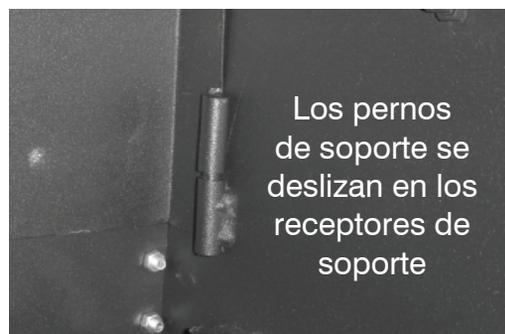

Figura 4
2. Fije la pared trasera del ahumador (con cuatro pernos de soporte) a las dos paredes laterales; para ello, deslice los cuatro pernos de soporte localizados en la pared trasera del ahumador en los receptores de soporte localizados en las dos paredes laterales (dos en el lado interior de cada pared). En la **Figura 4**, arriba, se presenta la forma correcta de sujetar los pernos y receptores de soporte. Las lengüetas de sujeción de los escurridores, localizadas en cada pared lateral, deben dar hacia el interior de la cámara del ahumador y los mangos lo deben hacer hacia el exterior.